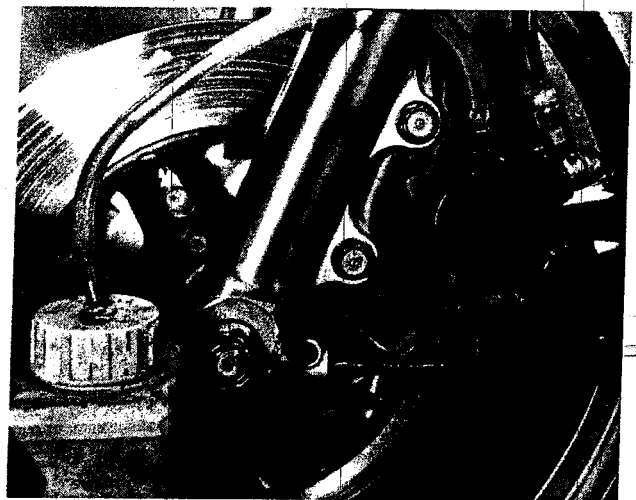

Bild 246
- Zum Ausbauen des Geberzylinders zuerst einen Schlauch auf das Entlüftungsventil der Bremszange stecken. Das Ventil um eine Umdrehung öffnen und den Bremshebel betätigen, bis alle Bremsflüssigkeit aus dem Vorratsbehälter ausgelaufen ist. Das Ventil schliessen, den Schlauch abziehen und die abgelassene Flüssigkeit für eine eventuelle Wiederverwendung in einem geschlossenen Gefäss aufbewahren (Bild 246).
- Einen sauberen Behälter mit etwas Bremsflüssigkeit unter die Bremszange stellen und einen durchsichtigen Kunststoffschlauch auf das Entlüftungsventil der Bremszange stecken. Den Schlauch so in den Behälter stecken, dass das Schlauchende unter der Flüssigkeitsoberfläche mündet (Bild 246).